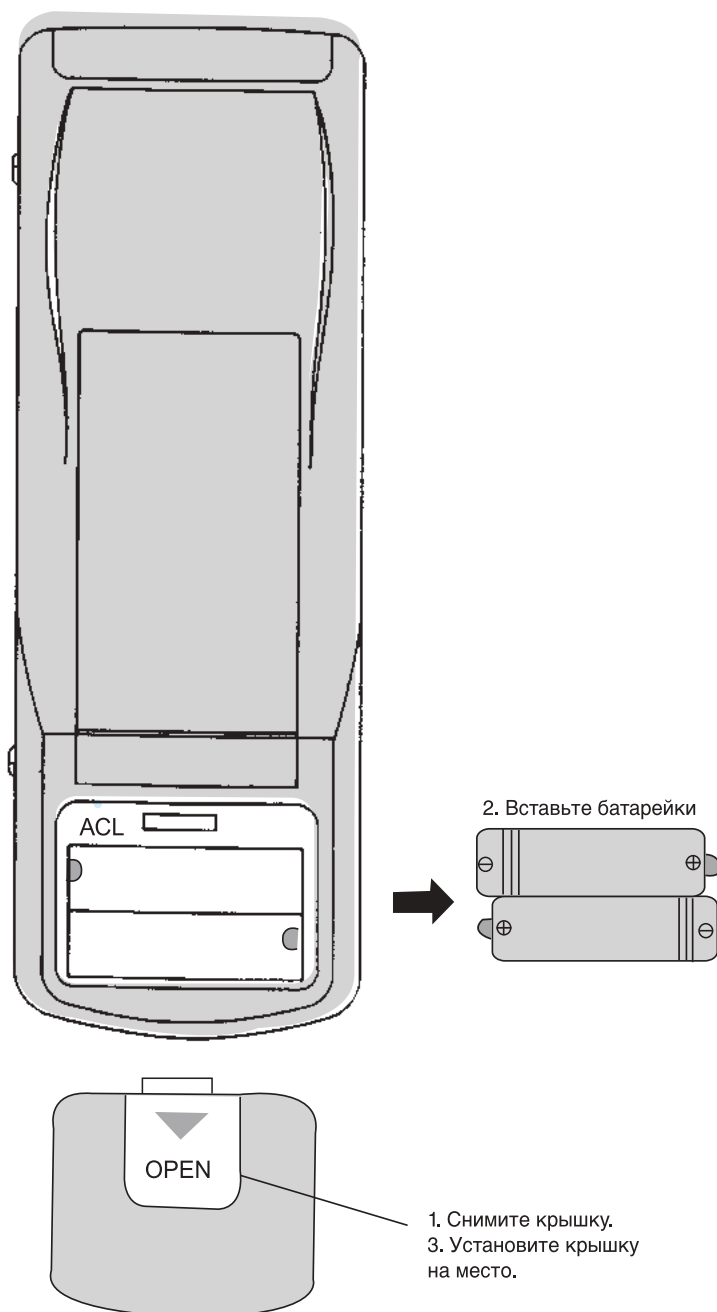

Рис. 7.6.8
i) Установка батареек в пульт управления (рис. 7.6.8).